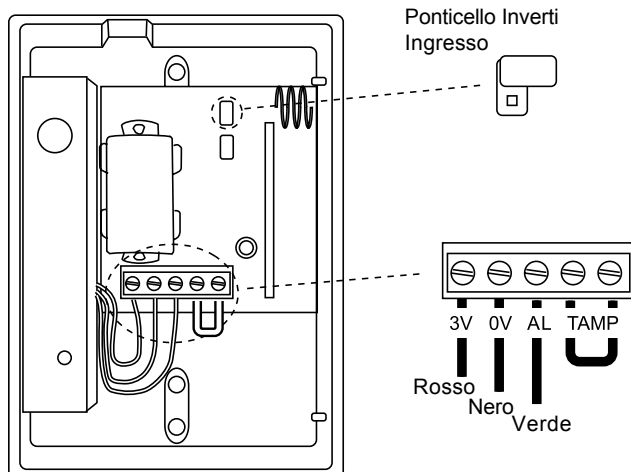

Figura 2. Installazione e Collegamento di un 739r al 5845.
4. Inserire il circuito del 739r all'interno della base del 5845 nella posizione mostrata in Figura 2.
5. Collegare i connettori del sensore 5845 ai morsetti del 739r come mostrato in Figura 2. Nota: Cooper Security raccomanda di rimuovere le etichette di ottone dai fili Nero e Rosso e fissarli all'interno dei morsetti.